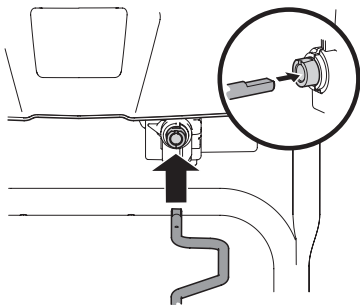

Figura 2-32
5. Inserte el otro extremo de la varilla de control del canal en el acoplador que se encuentra debajo del panel de la manija. Asegúrese de alinear el extremo plano de la varilla y el extremo plano del acoplador. Puede ser necesario girar la varilla hasta que se alineen estas dos superficies. Consulte el recuadro Figura 2-32.